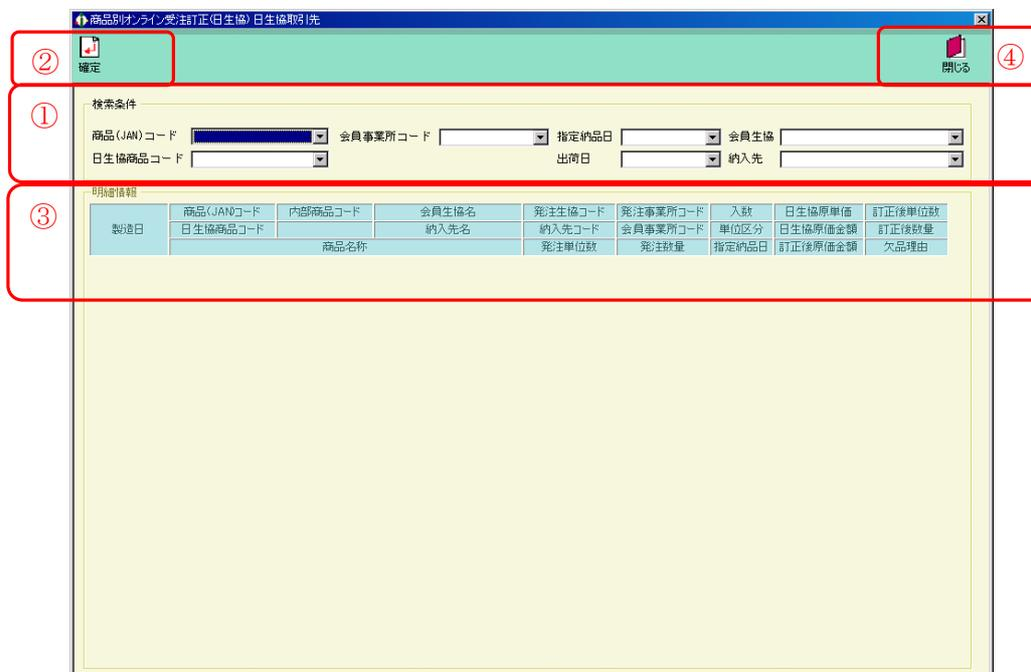
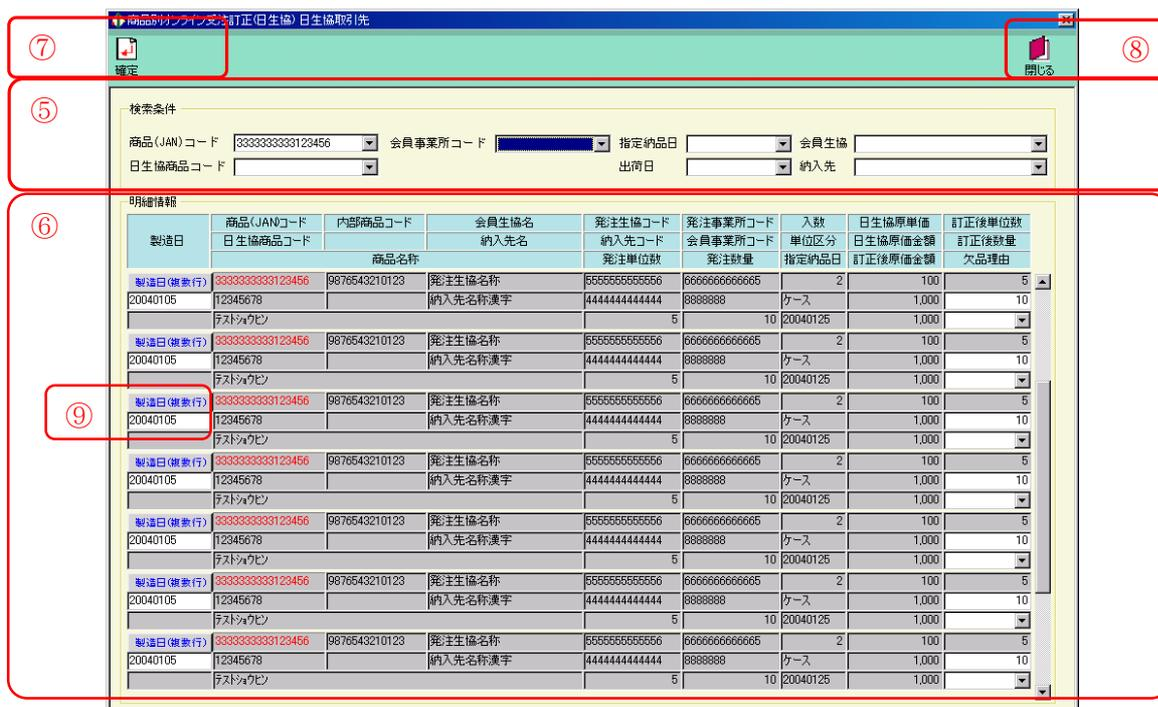

図 5-4-1. 初期表示画面
図 5-4-2. 一覧表示画面
(ウ) ③の「明細情報」一覧に (ア) で指定した条件の情報一覧が表示されます (図 5-4-2. 一覧表示画面)。ここで、さらに検索条件を追加する場合は、①のほかの検索条件プルダウンを選択することで再度検索が行なわれます。
- (イ) 「図5-4-1. 初期表示画面」の④、または「図5-4-2. 一覧表示画面」の⑧の「閉じる」ボタンをクリックする事で商品別オンライン受注訂正画面を終了します。